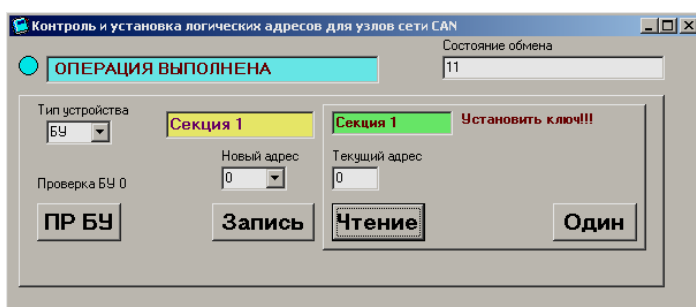

Рисунок 7.28
7.3.3 Только у одного БУ2 подключенного к системе замкнуть контакты 2,3 J1 (у остальных БУ2 контакты 2,3 J1 должны быть разомкнуты!!!) и нажать на кнопку «Чтение». При успешном выполнении чтения на верхнем табло формы появится надпись «ОПЕРАЦИЯ ВЫПОЛНЕНА» (рисунок 7.28). При этом значение параметра «Тип устройства» - «БУ», Значение параметра «Текущий адрес» соответствует номеру секции БУ2 (0 - Секция1, 1 - Секция 2 и т.д.).